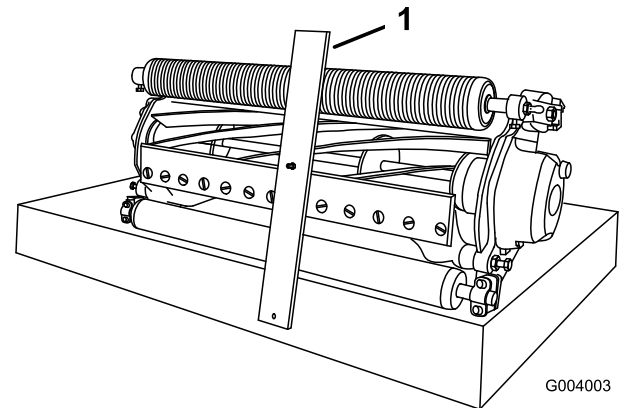

Figura 15
2. Prindei capul urubului calibrului pentru înălțimea de tăiere de partea dreaptă a marginii de tăiere a contracuitului i sprijinii capătul posterior al barei pe partea posterioară a rolei (Figura 15).